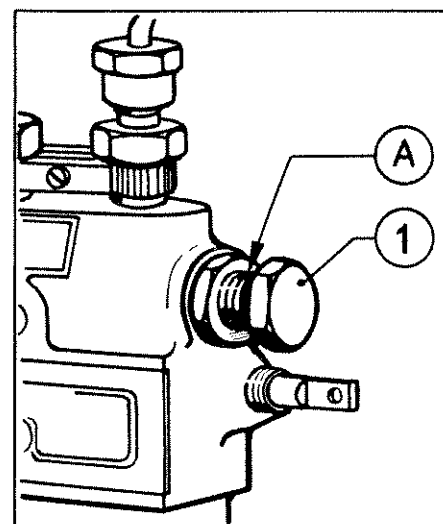

Fig. 14 - TAPPO DISAEREAZIONE POMPA INIEZIONE.
- Per **disaerare la pompa** (Fig. 14).